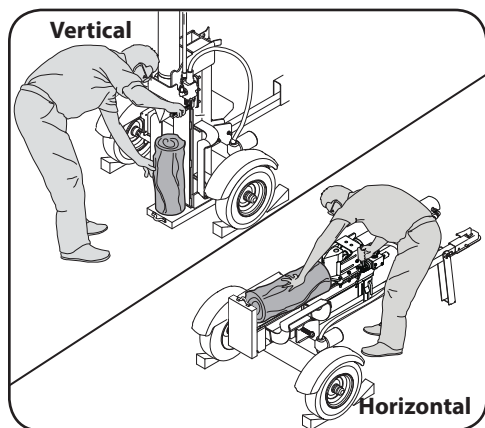

Figure 4-2
2. Immobilisez les roues en les calant à l'avant et à l'arrière. Voir Figure 4-2.
3. Pour stabiliser la bûche, placez votre main gauche sur la bûche du côté opposé de la poutre. Voir Figure 4-2.